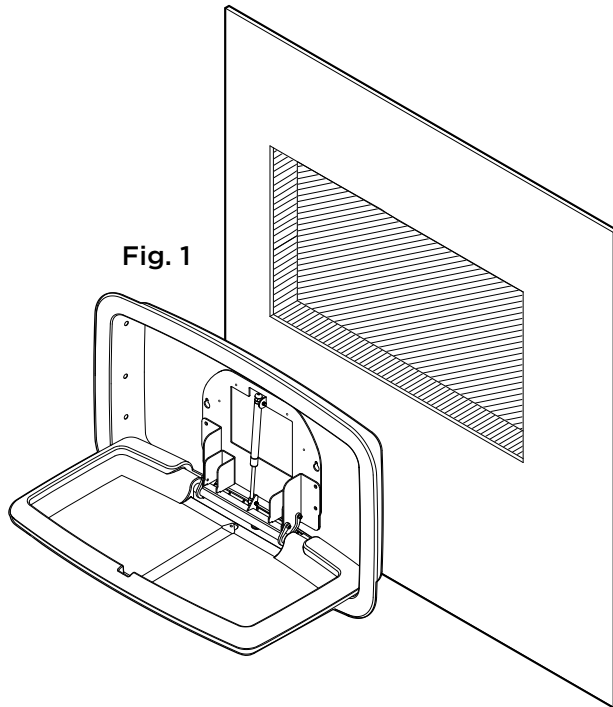

Fig. 1
- Prepare la abertura preliminar en la pared según la ficha de datos técnicos. Asegúrese de que la parte superior del montante inferior esté a 26 9/16" (675 mm) para garantizar la altura de montaje correcta. **Fig. 1** Para obtener más información, visite www.koalabear.com.